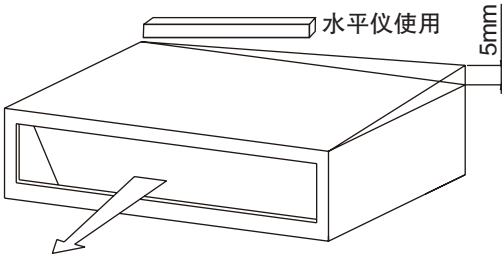

图7 顶面倾斜度
- (1) 检查确认顶面是平的，测量最大顶面倾斜度。
- (2) 图7所示，室内机后面稍微低于前面(0mm ~ 5mm)，以利于排水。
- (3) 调整完毕后，将悬吊螺母拧紧。必须涂上螺纹锁固剂以防止螺母松动。安装过程中请用塑料布盖好机器，使之保持清洁。